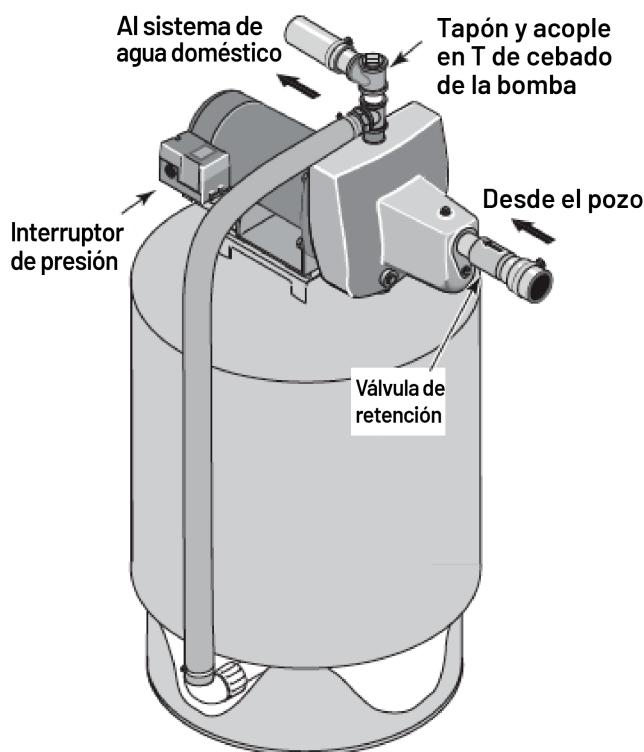

Figura 4: Conexiones del tanque previamente cargado
1. Instale dos acoplos en T en el puerto de descarga de la bomba (Figura 4). El tamaño de la tubería debe ser al menos tan grande como el puerto de descarga.